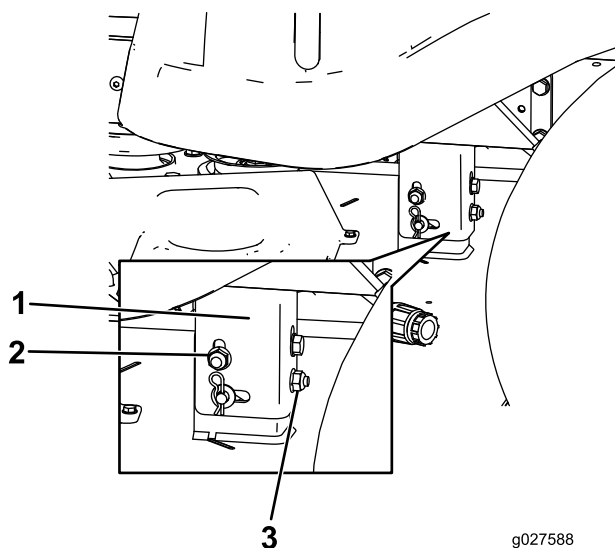

**Figure 51**
4. Faites pivoter les lames avec précaution pour qu'elles soient toutes parallèles (Figure 51).
5. Mesurez la distance entre les tranchants extérieurs et le sol plat (Figure 51). Si les deux mesures diffèrent de plus de 5 mm (3/16 po), un réglage s'impose. Poursuivez la procédure.